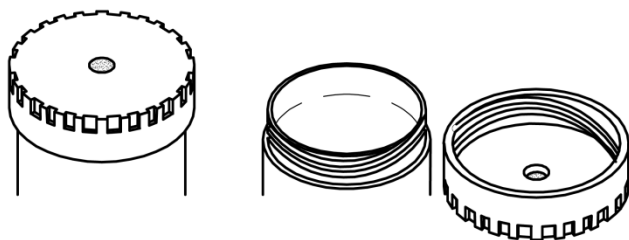

Fig. 9: Contenitore da 0.3 litri con tappo a vite
- Contenitore da 0,3 litri : aprire tappo a vite (filettatura a passo grosso e chiusura a tenuta con o-ring) e posizionarlo sulla flangia superiore (Fig. 9, protezione anti-perdita)